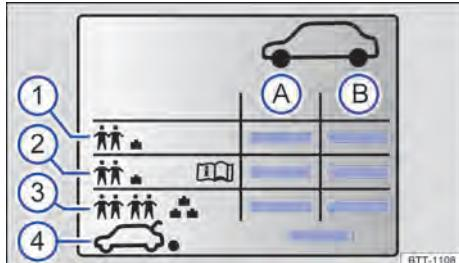

Fig. 149 Símbolos na etiqueta com as pressões dos pneus.
Indicações na etiqueta com as pressões dos pneus ⇒ Fig. 149:
Dependendo do veículo, a etiqueta com as pressões dos pneus pode ter uma pressão dos pneus de conforto ⇒ Fig. 149 ②. A pressão dos pneus de conforto possibilita aumentar o conforto da condução. Ao conduzir com a pressão dos pneus de conforto, o consumo de combustível pode ter um aumento insignificante.